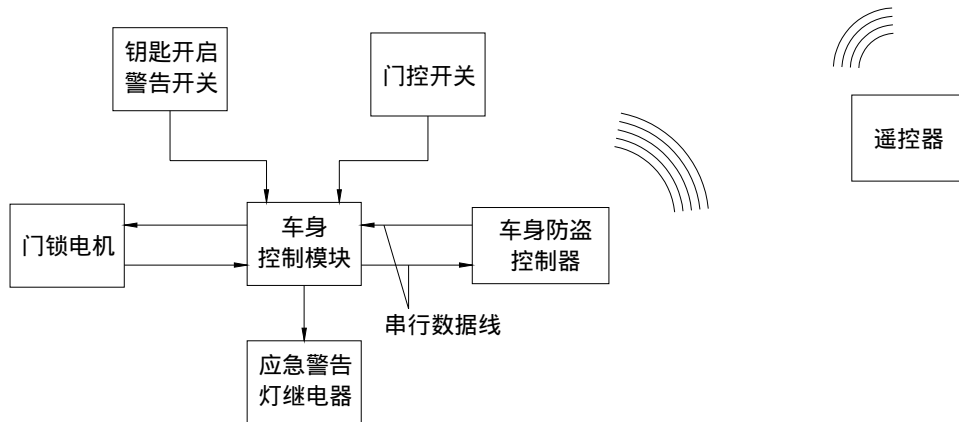

图 10-4-1 遥控门锁遥控系统示意图
- (1) 遥控门锁控制接收器进行代码识别，车身控制模块实现门锁控制。串行数据线用于车身防盗控制器与车身控制模块间进行通信。
- (2) 采用三按键（开锁、闭锁、警告）式遥控器。
- (3) 采用滚动代码系统，当遥控器发送信号时，每次信号组合会改变。
- (4) 当车门锁止时，转向信号灯会闪亮 1 次；当车门开启时，转向信号灯会闪亮 2 次；当从防盗状态下开启时，转向信号灯闪亮3次；告诉驾驶员已完成操作。
- (5) 遥控门锁遥控系统示意图见图 10-4-1。